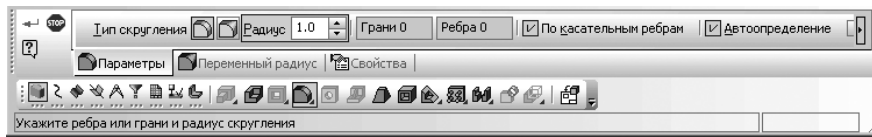

Рис. 3.84. Панель свойств: Скругление. Компактная панель и Строка сообщений
- щелкните в главном меню по пункту **Операции**, а в выпадающем меню по пункту **Скругление**. Появится соответствующая **Панель свойств: Скругление** (рис. 3.84);